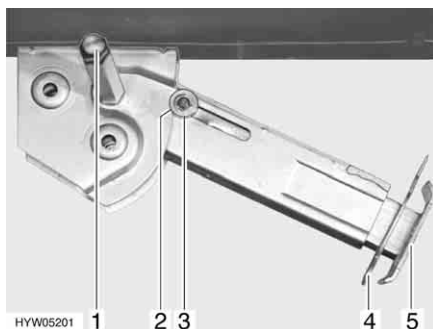

Fig. 15 Piedino di stazionamento
- Inserire la chiave a tubo nell'esagonale (Fig. 15,1) e ruotare fino a quando il piedino di stazionamento non si trova in posizione verticale verso il basso.
- Estrarre la copiglia (Fig. 15,4) dal prolungamento dell'estremità del piedino (Fig. 15,5).
- Inserire la chiave a tubo nell'esagonale (Fig. 15,1) e ruotare fino a quando il piedino di stazionamento non si stacca dal terreno.
- Spingere completamente all'interno il prolungamento dell'estremità del piedino (Fig. 15,5) e inserire la copiglia (Fig. 15,4) nel foro apposito.
- Ruotare la chiave a tubo nell'esagonale (Fig. 15,1), fino a quando il piedino di stazionamento non è sollevato verso l'alto e la guida (Fig. 15,3) è rientrata totalmente nell'intaglio (Fig. 15,2).